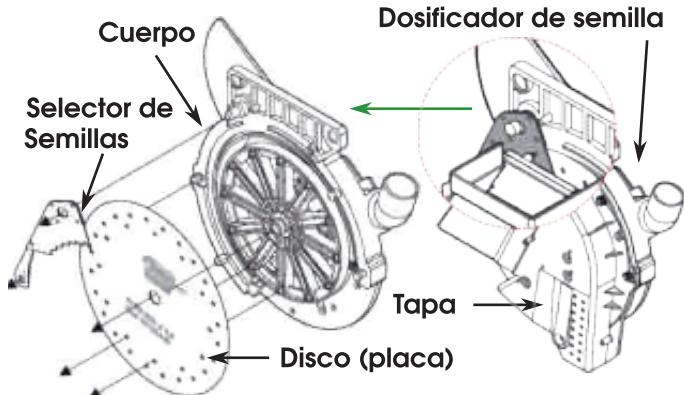

FIGURA No. 19
- Tome el disco con la cara marcada orientada hacia la tapa (**Figura No. 19**), móntelo sobre el eje central del dosificador, rótelos hasta que las guías coincidan con los orificios del disco.